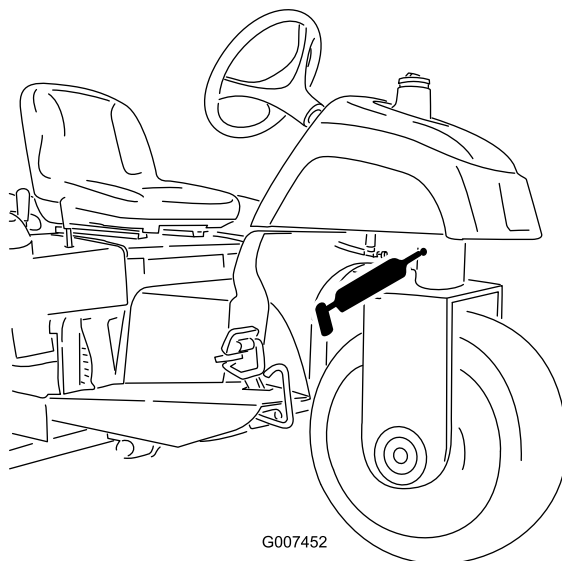

Рисунок 22
- 1 подшипник шарнира поворота (Рисунок 22)